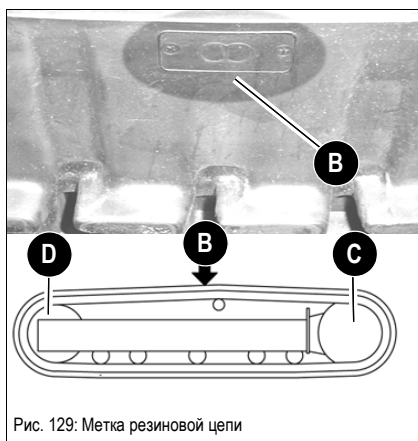

Рис. 129: Метка резиновой цепи
- На резиновой цепи имеется метка **B**, как показано на Рис. 129